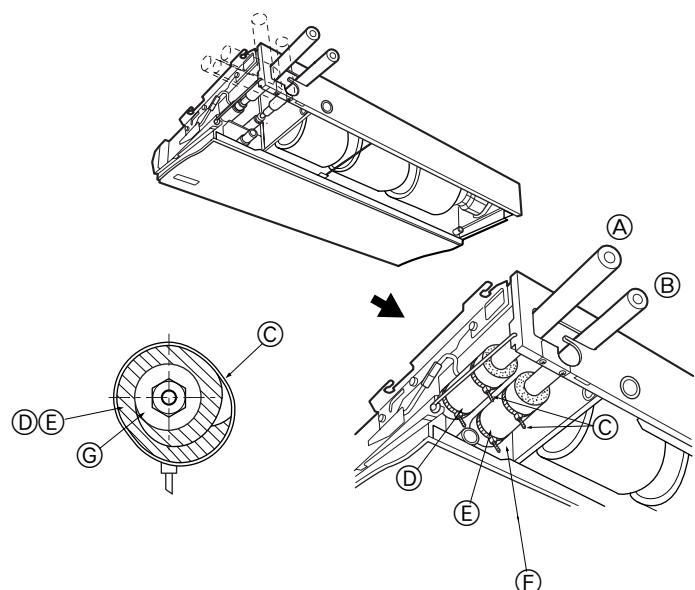

Fig. 4-2
4.2. Εσωτερική μονάδα (Fig. 4-2)